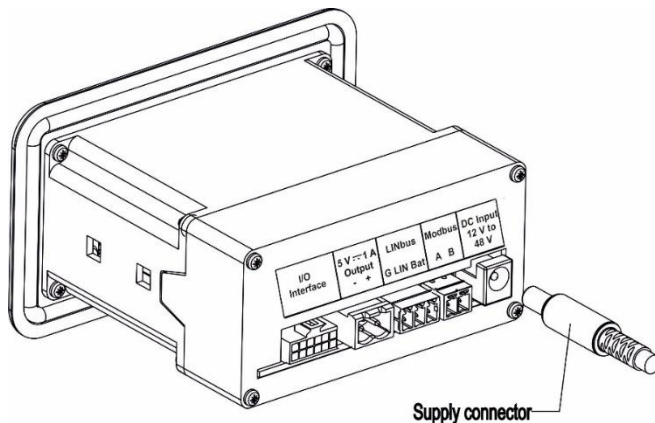

Figure 10 Insertion de l'alimentation à l'aide du connecteur cylindrique
- Connectez la sortie SMPS à l'enregistreur de données Equiplog à l'aide d'un câble d'alimentation à connecteur cylindrique, comme indiqué sur la figure 10.